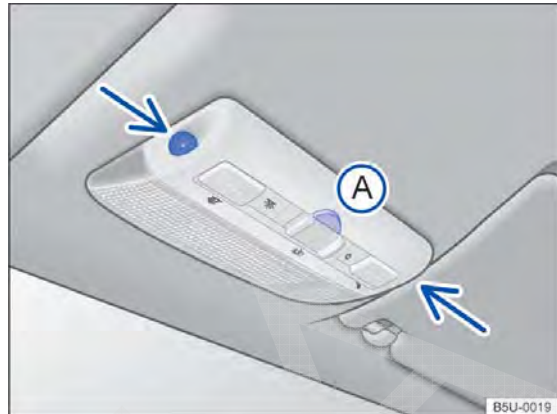
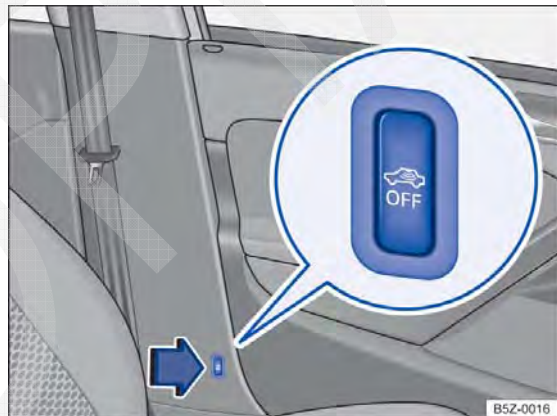

Fig. 28 No console do teto: sensores de monitoramento do interior do veículo e tecla **A** para desligar o monitoramento do interior do veículo.
Fig. 29 Ao lado do banco do condutor: botão para desligar o monitoramento do interior do veículo.
O monitoramento do interior do veículo dispara o alarme com o veículo travado, se reconhecer movimentos no interior do veículo. O sensor e o receptor estão localizados no conjunto da lanterna de leitura → Fig. 28 (setas). ▶
- Pressionar a tecla → Fig. 28 (A) ou → Fig. 29  por 2 segundos. No painel de instrumentos a luz de controle  se acende.